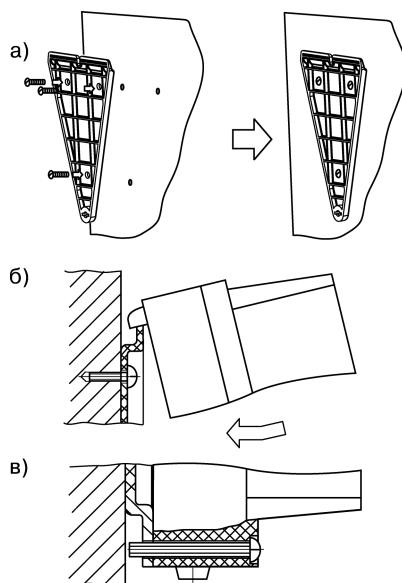

Рисунок 7.1 – Установка прибора настенного крепления
- 1) Закрепите кронштейн тремя винтами M4 на поверхности, предназначенный для установки прибора (см. Приложение А и рисунок 7.1, а).
- 2) Зацепите крепежный уголок на задней стенке прибора за верхнюю кромку кронштейна (рисунок 7.1, б).
- 3) Прикрепите прибор к кронштейну винтом M4 × 35 из комплекта поставки (рисунок 7.1, в).